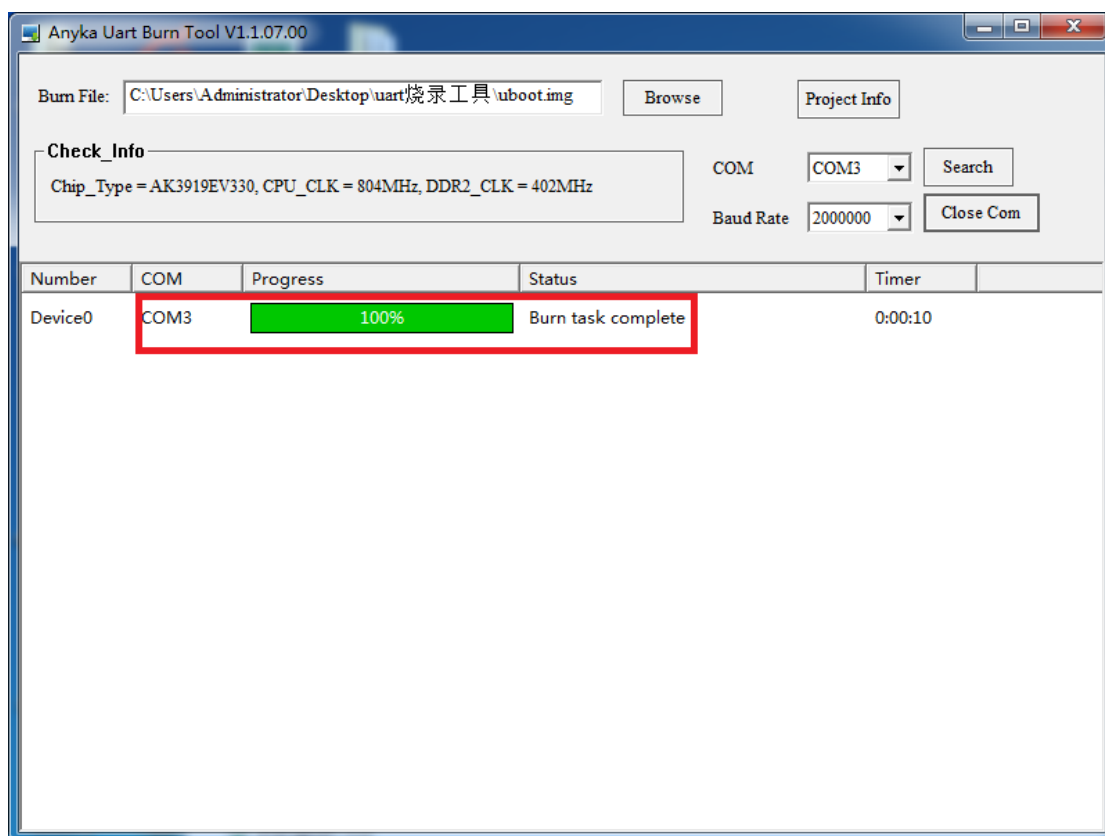

图 2-8 烧录完成
(10) 烧录成功，烧录状态区的进度条变为绿色，显示为 100%，如图 2-8 所示。